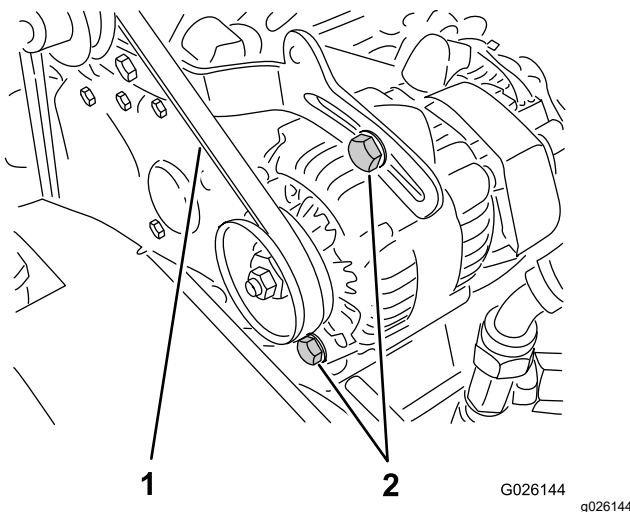

Bild 62
2. Prüfen Sie die Spannung, indem Sie eine Kraft von 10 kg in der Mitte zwischen der Lichtmaschine und den Kurbelwellenscheiben ansetzen (Bild 62).
- A. Lockern Sie die zwei Befestigungsschrauben der Lichtmaschine (Bild 62).
Riemenspannung erzielt ist. Ziehen Sie die Befestigungsschrauben dann fest (Bild 62).